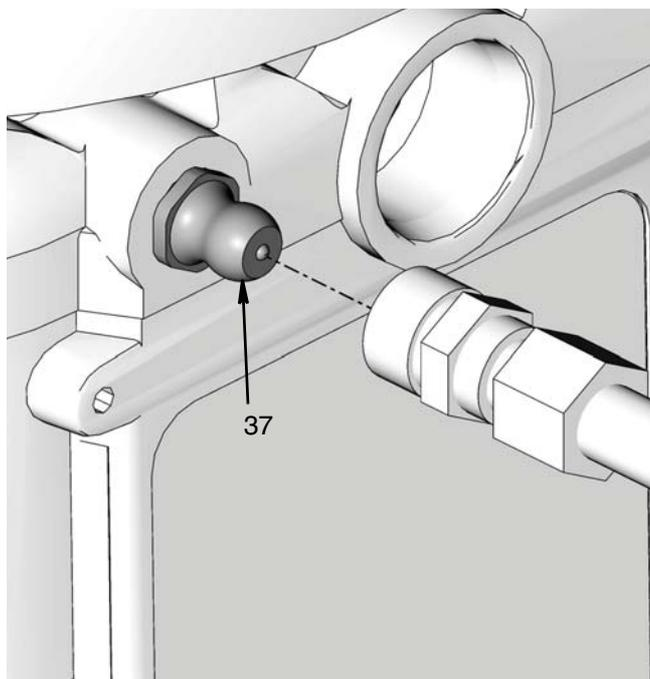

FIG. 11
1. Branchez le flexible de remplissage au raccord d'entrée *(37) (FIG. 11).
1. Branchez le flexible de remplissage au raccord d'entrée (FIG. 11).